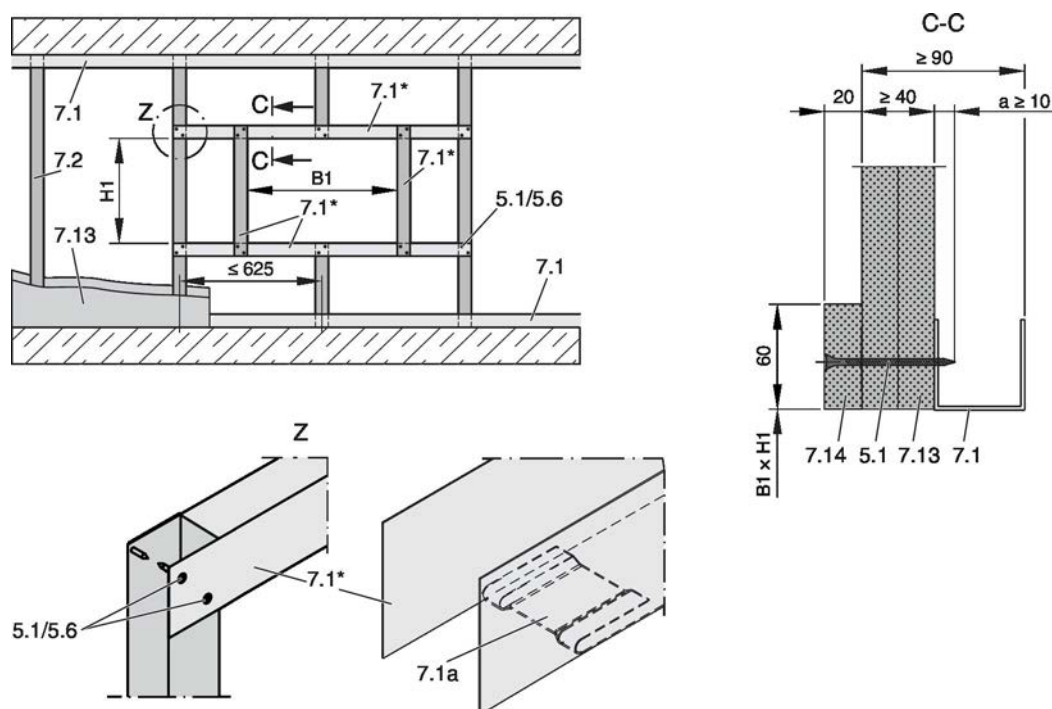

Fig. 56: Murs à gaine avec structure portante métallique et habillage d'un côté
- ▶ Monter la cloison légère conformément aux instructions du fabricant et créer une ouverture de montage avec un renfort et des panneaux de garniture si nécessaire (selon les instructions de montage). Voir la Fig. 56
- ▶ Monter la cloison légère conformément aux instructions du fabricant et créer une ouverture de montage avec un renfort Voir la Fig. 56